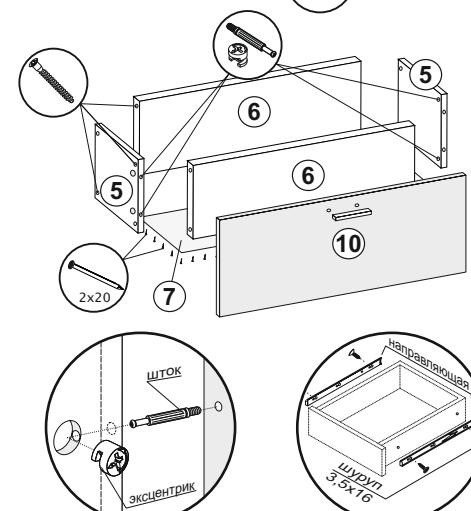

Рис.4
- 3.1 Соединить детали ящика (5,6) еврошурупами. Замерить диагонали получившегося ящика и прибить ХДФ (7) гвоздями 2x20 (рис.4).
- 3.2 Досверлить необходимые отверстия в створке ящика (10) и прикрутить ручку шурупами 4x30. Установить створку (10) на собранный ящик с помощью эксцентриков (рис.4).
- 3.3 Прикрутить ответные части направляющих по центру деталей ящика (5) шурупами 3,5x16.
- После окончательной сборке изделия вставить выдвижной ящик в короб шкафа (рис.4).**